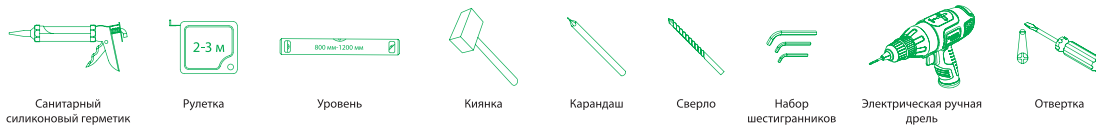

Рис. 2/2-сур.
- Необходимые инструменты:** санитарный силиконовый герметик, рулетка, уровень, киянка, карандаш, сверло, набор шестигранников, электрическая ручная дрель, отвертка (рис. 2).